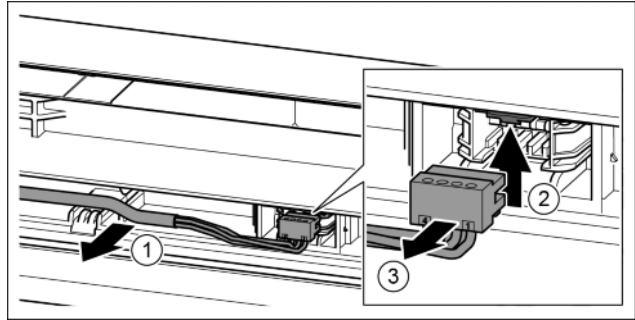

Fig. 24
- ▶ Graues Kabel vorsichtig aus der Führung in der Tür lösen. Fig. 24 (1)
- ▶ Lasche nach oben drücken. Fig. 24 (2)
- ▶ Stecker vorsichtig herausziehen. Fig. 24 (3)